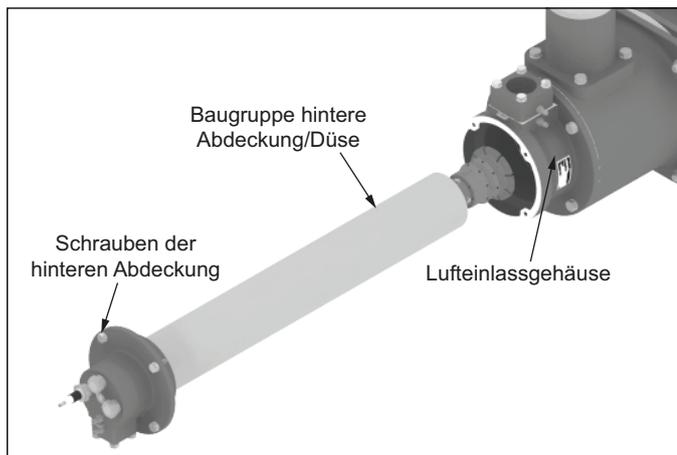

Abbildung 3.18
4. Schieben Sie die hintere Abdeckung zusammen mit der Düse durch das Lufteinlassgehäuse und in die Brennkammer. Siehe Abbildung 3.18.